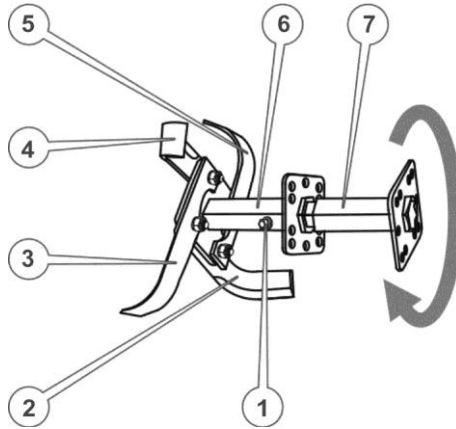

Рис. 4.5. Ґрунтофреза
1. Вставити додаткову ступицю ротора в шестигранний отвір основної ступиці та зафіксувати, щоб уникнути можливого осьового зсуву, пальцем із шплінтом (див. рис. 4.5.).
3. Прикласти приготовані ножі (наприклад поз. 2 та поз. 3 на рис. 4.5.) до кріпильного квадрата ступиці уздовж двох суміжних сторін цього квадрата таким чином, щоб квадрат опинився всередині загинів ножів, загострені частини ножів були направлені в напрямку обертання (як зазначено стрілкою на рис. 4.5.), кріпильні отвори ножів збіглися з отворами квадрата, при цьому кінцевий отвір одного ножа (поз. 3) збігся із серединним отвором іншого ножа (поз. 2). Утримуючи ножі в такому положенні, вставити в отвір болт, надіти шайби та наживити гайку.